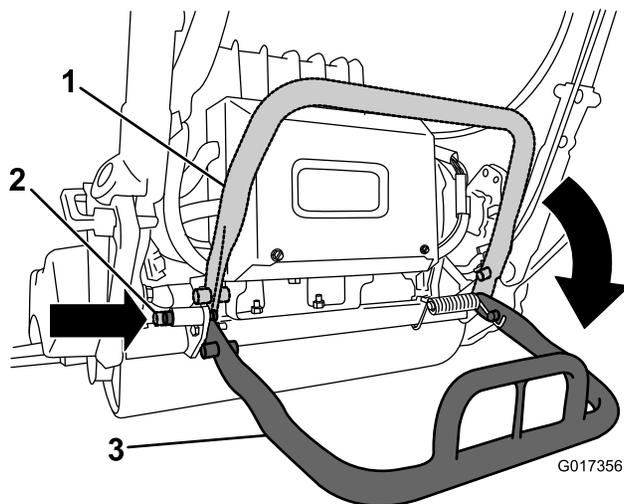

图4
2. 放下支撑架并推入锁定销，将支撑架锁定在维修位置（图4）。机器可以停放在锁定的支架上。